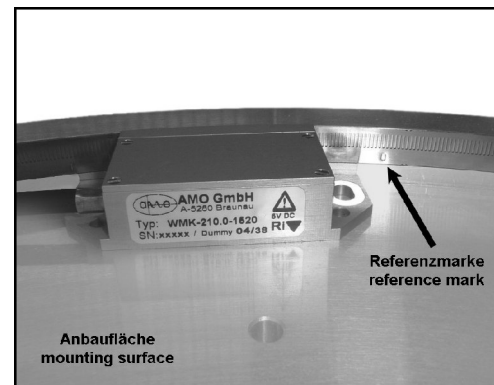

Bild 4
- Das Gitterband ebenfalls mit Druckluft von möglichen Festpartikeln befreien. Gitterbandring wird mit der Markierung der Seriennummern nach innen (sichtbar) montiert (Bild 4).
Nun die Einbaulage des Gitterbandes anhand der Referenzmarke bestimmen. Die Messringseite mit der Referenzmarke soll in der Montage mit der entsprechend mit einem Dreieck markierten Seite des Abtastkopfes übereinstimmen. Bitte hier die Seite des Kabelausganges des Abtastkopfes berücksichtigen (Bild 4).
*Position the grating ring with its reference slot at the desired angular reference point location and place the measuring ring inside the groove, considering the right side of the measuring head (fig 4).*